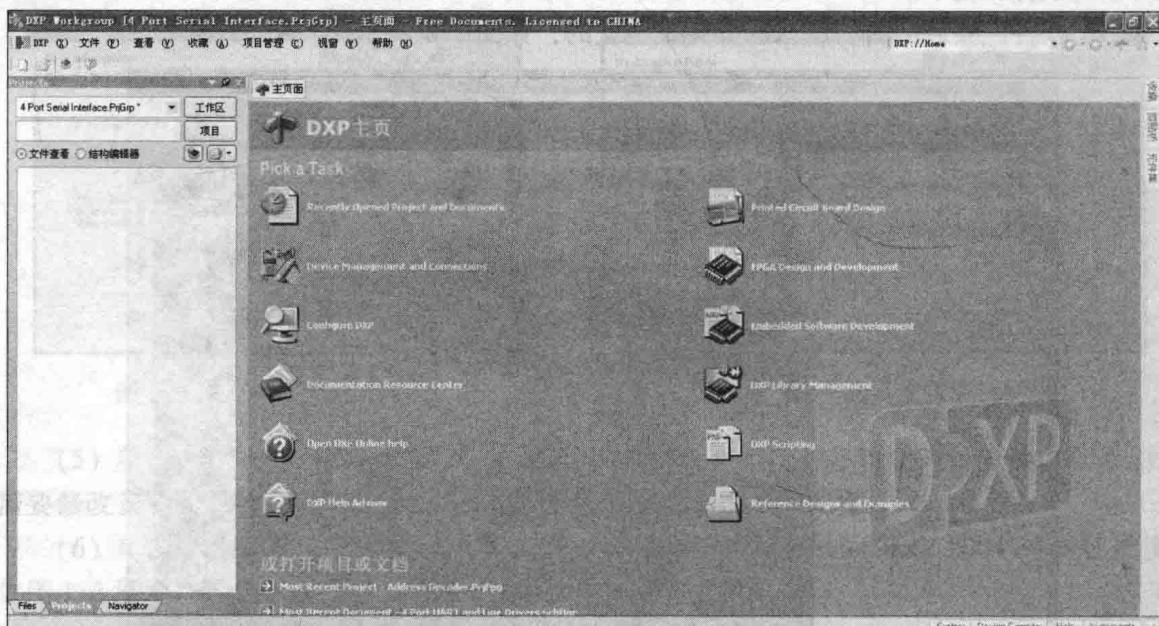

图 1.12 汉化的软件界面
(5) 单击“OK”按钮，结束汉化设置。关闭软件，重新开启软件，汉化的软件界面如图 1.12 所示。